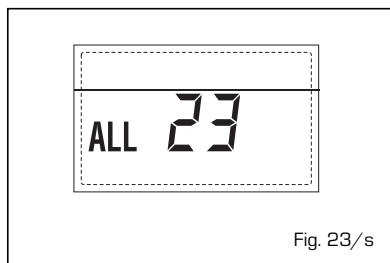

Fig. 23/s
- **ANOMALIA NÚMERO DE ADAPTADORES LIGADOS "ALL 29" (fig. 23/y)**